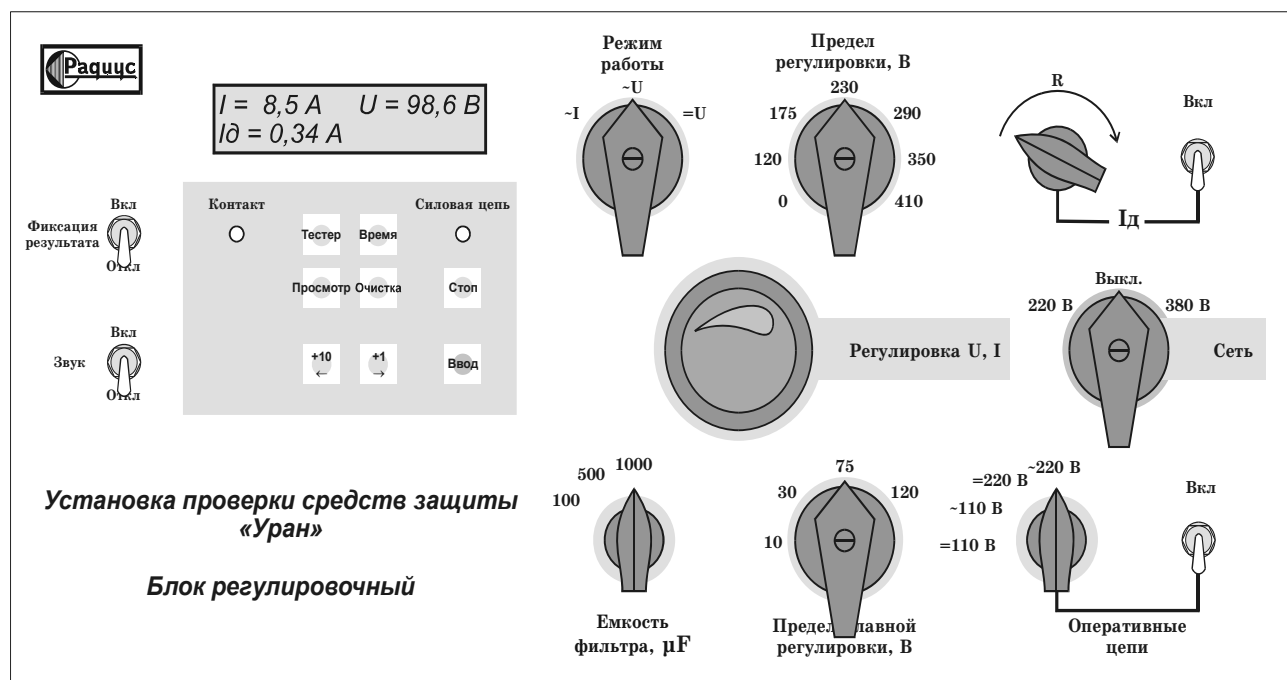

Рисунок 1 – Передняя панель блока регулировочного
6.2.1 К органам управления блока регулировочного относятся набор переключателей и клавиатура (рис. 1).